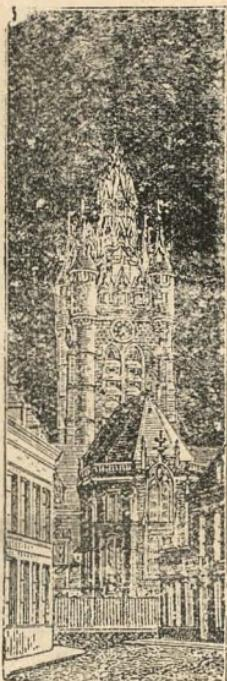

Fig. 149.—Imagen negativa.
**4. Revelación y fijación de la imagen.**—Se sumerge la placa en un *baño revelador* que muchas veces es una disolución de sulfato de hierro. Las partes claras del dibujo *aparecen* negras, y las sombras aparecen blancas; se fija entonces la imagen sacando la sal de plata que no haya sido atacada por la luz, por medio de una disolución de hiposulfito de sodio. Así se obtiene una *imagen negativa* (fig. 149).